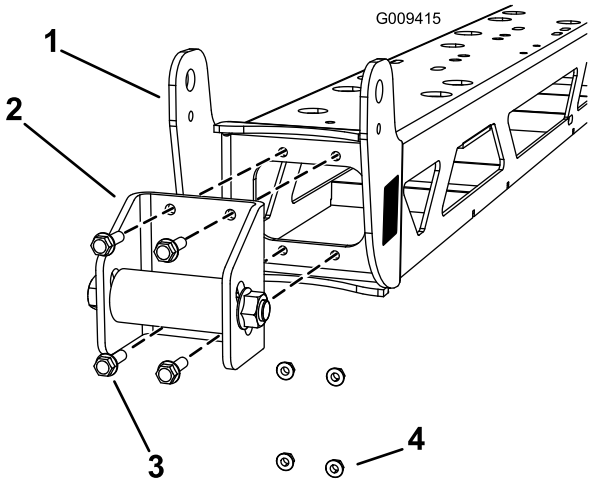

Figure 1
2. Retirez les 4 boulons (5/16 x 1 pouce) et écrous (5/16 pouce) qui fixent les butées au cadre de la rampe centrale, comme illustré sur la (Figure 1). Déposez les butées de chaque côté de la rampe centrale. Conservez toutes les pièces pour un usage ultérieur.